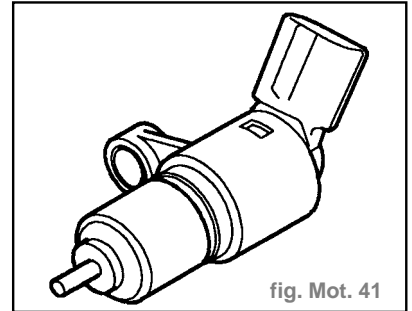

fig. Mot. 41
- Capteur de position du vilebrequin (fig. Mot. 41) :